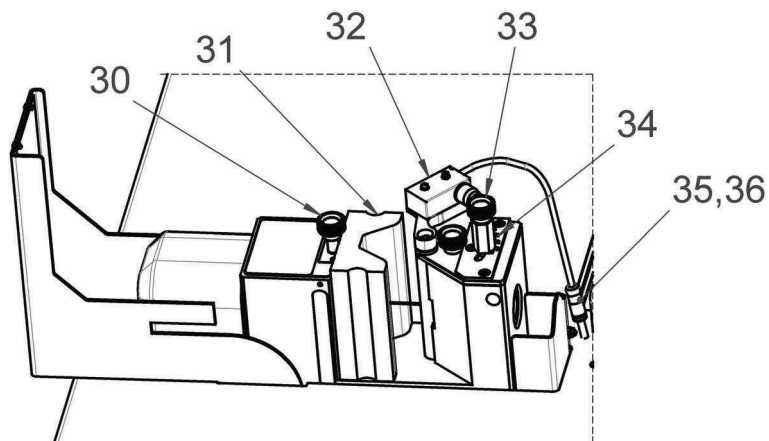

Abb. 5: Stromschienen biegen
Das Biegen von Kupfer- oder Aluminiumschienen erfolgt mit einer Biegematrize (Abb. 5, 31), die das Werkstück mit beiden Schenkeln über einen Biegedorn biegt.
- Die Biegematrize (Abb. 5, 31) in die Werkzeugaufnahme des Lastkolbens einsetzen und mit der Feststellschraube (Abb. 5, 30) fixieren.
- Den elektronischen Winkelableser (Abb. 5, 32) in die halboffene Rundung des Grundkörpers einsetzen.
- Den Stecker (Abb. 5, 35) des Verbindungskabels in die Buchse (Abb. 5, 36) hinter dem Arbeitsblock stecken.
- Den gewünschten Biegewinkel an der Einstellschraube (Abb. 5, 33) mithilfe der Winkelskala (Abb. 5, 34) einstellen.